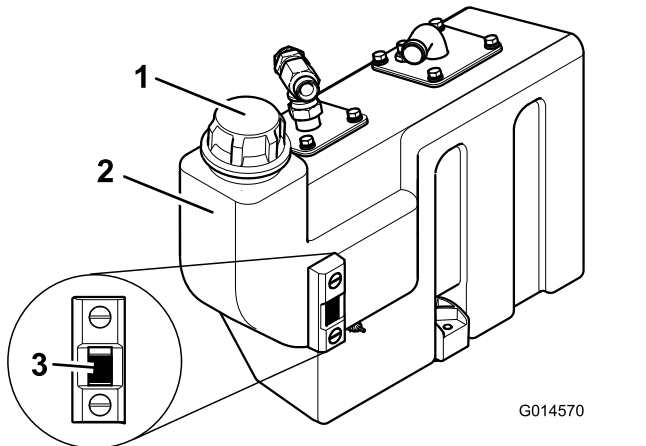

Figura 27
- Si es necesario añadir fluido hidráulico, limpie la zona alrededor del cuello de llenado y el tapón del depósito hidráulico (Figura 27) y retire el tapón.